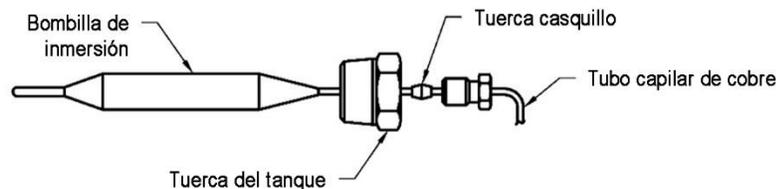

Ilustración 13
12. Afloje la tuerca de férula de la bombilla de inmersión (consulte la Ilustración 13).
13. Coloque la tuerca del tanque en el extremo de la bombilla de inmersión como se muestra en la Ilustración 13. Inserte la bombilla de inmersión en el tanque y apriete la tuerca del tanque.
14. Tire suavemente del tubo capilar de cobre para asegurarse de que la bombilla de inmersión esté en posición horizontal como se muestra en la Ilustración 13 y apriete la tuerca de férula.